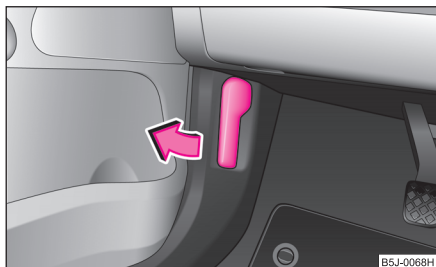

Abb. 144 Entriegelungshebel für Motorraumklappe
⇒ Abb. 144.
- Entriegeln Sie die Motorraumklappe ⇒ Abb. 144.